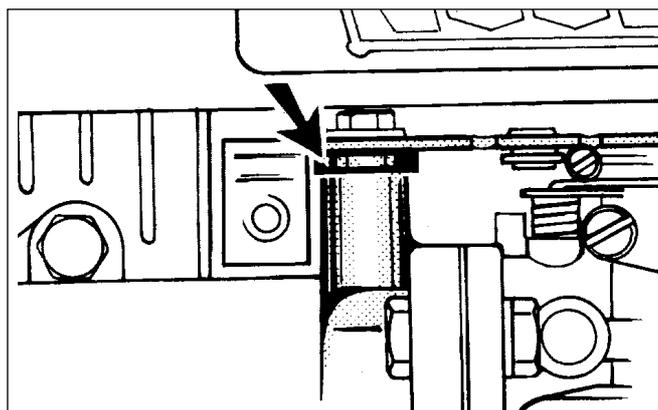

Abb. 17
**ANMERKUNG** - Die Reglerplatten haben sich geändert (Abb.) die neuen Reglerplatten sind vollständig gegeneinander austauschbar. Sollte die Reglerplatte dennoch die Vergaserreglerstangen berühren, legen Sie zwei Scheiben unter die Befestigungsschrauben (Abb. 17).